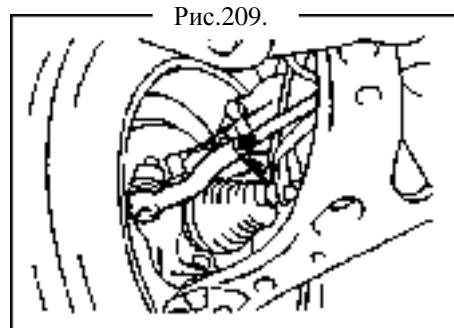

Рис.209.
- (c) Равномерно вращайте концы рычагов левой и правой стойки для регулировки схождения (рис.209)